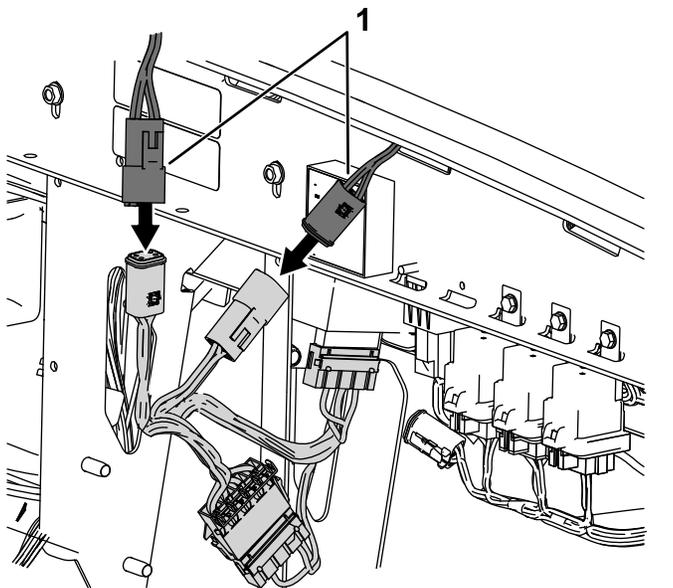

Figura 26
5. Conecte el enchufe cuadrado suelto en el arnés de cables del convertidor de alimentación al arnés de cables del adaptador de cabina (Figura 26).
6. Conecte la toma cuadrada suelta en el arnés de cables del convertidor de alimentación al arnés de cables del adaptador de cabina (Figura 26).